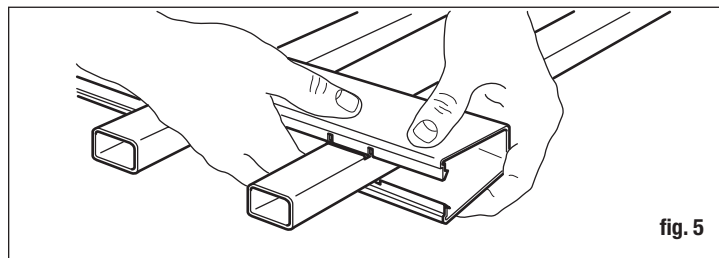

fig. 5
- Once all the pickets are in place, snap the rails into all the picket notches using your hands or gently tap with a rubber mallet (fig. 5).
- Starting at a corner, mix concrete in the first hole per the instructions on the bag. Mix thoroughly and install the post into the hole and tap the post to the proper depth. Measure to be sure you can install the finished panel to the post with approximately a 2" gap from the ground to the bottom of the panel. You may also need to leave a space from the highest point of the panel to the top of the post (fig. 5). The spacing allows the cap to be installed on top of the post without interference with the top rail.
- Una vez que todas las estacas estén en su lugar, deslice empujando todas las pestañas del pretil en todas las muescas de las estacas usando sus manos o golpee suavemente con un mazo de hule (fig. 5).
- Comenzando desde la esquina, mezcla el concreto en el primer orificio de acuerdo con las instrucciones de la bolsa. Mezcla completamente, instala el poste en el orificio y golpea el poste hasta la profundidad adecuada. Mide bien para asegurar que puedas instalar el panel terminado al poste con un espacio de aproximadamente 5.1 cm entre el suelo y la parte inferior del panel. También pudiera ser necesario dejar un espacio desde el punto más alto del panel hasta la parte superior del poste (fig. 5). El espaciado permite que el tope se instale en la parte superior del poste sin interferir con la baranda superior.